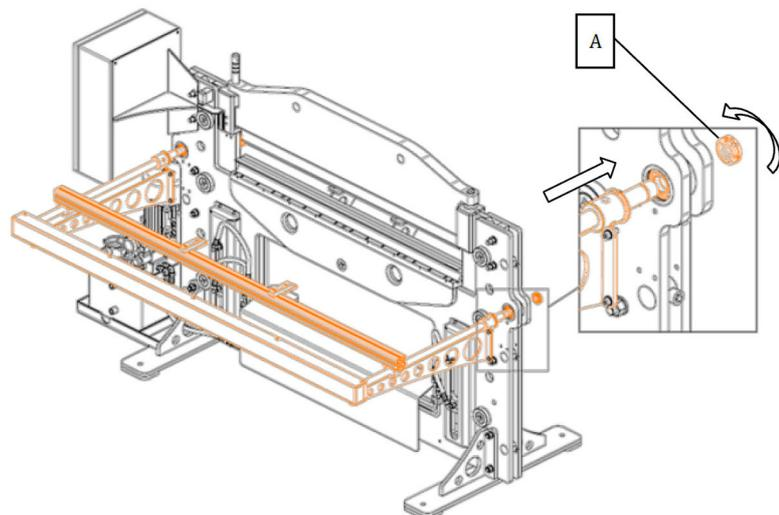

Abb. 9: Hinteranschlag montieren
- Schritt 3: Setzen Sie den Hinteranschlag langsam und gleichmäßig links und rechts in die dafür vorgesehenen Bohrungen in Pfeilrichtung (Abb.9) ein.
- Schritt 4: Befestigen Sie den Hinteranschlag mit den beiden Muttern (A, Abb.9) auf beiden Seiten.